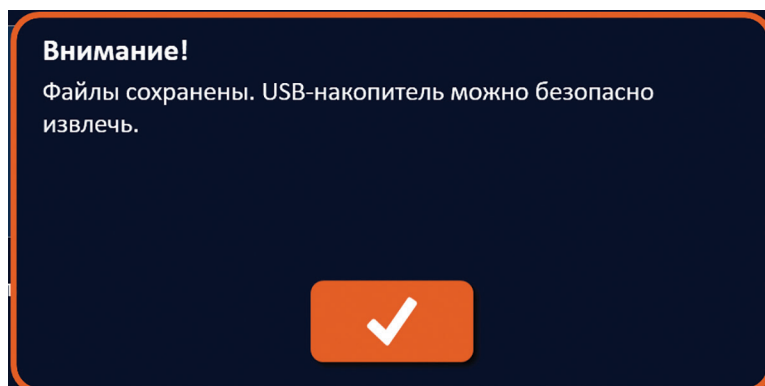

Рисунок 9.1.4. Всплывающее окно «Файлы процедуры сохранены»
4. Нажмите кнопку , чтобы сохранить копию файлов процедуры на USB-накопителе и закрыть диалоговое окно «Экспорт». После того, как файлы были экспортированы, отображается всплывающее окно «Внимание!», рисунок 9.1.4, и USB-накопитель можно безопасно извлечь.